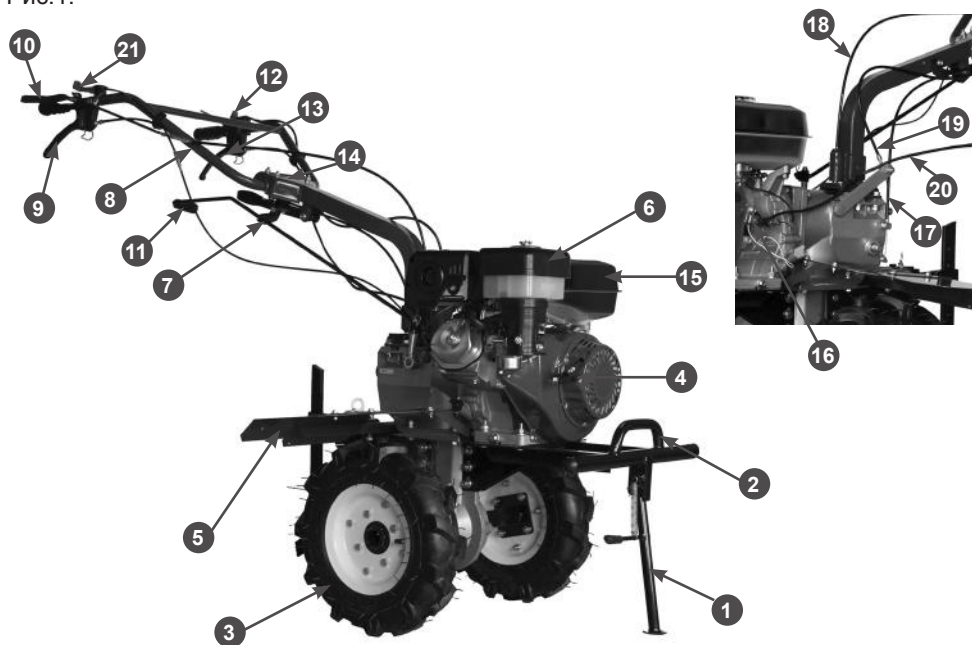

Рис.1 Расположение основных узлов и органов управления
Расположение основных узлов и органов управления мотоблока представлено на Рис.1.
7. Установите стояночную опору мотоблока (1) Рис.1.
1. Возьмитесь за рычаг сцепления 13 (Рис.1) нажмите и отпустите его 2-3 раза, чтобы включить сцепление. Если включить сцепление не получается, проверьте регулировку свободного хода рычага.
1. Нажмите на рычаг реверса 9 (Рис.1) и отпустите его 2-3 раза, чтобы включить передачу. Если включить передачу не получается, изменяйте положение рычага, пока передача не включится.